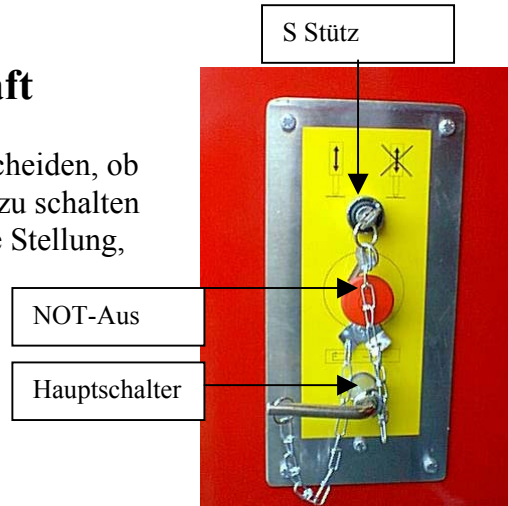

Bild 16.1
- Die Abstützung und die damit verbundene automatische Nivellierung der Anlage kann wahlweise ein- oder ausgeschaltet werden (**S Stütz**) (Bild 16.1). Der Schalter dazu befindet sich in Fahrtrichtung rechts gesehen seitlich am Chassis. Die Betätigung der Stützen findet in direkter Verbindung mit der Funktion **Heben** (= ausfahren) oder **Senken** (= einfahren) statt. Die Benutzung der Abstützung über die Notbetätigung am Klemmkasten im Unterwagen ist nicht möglich.